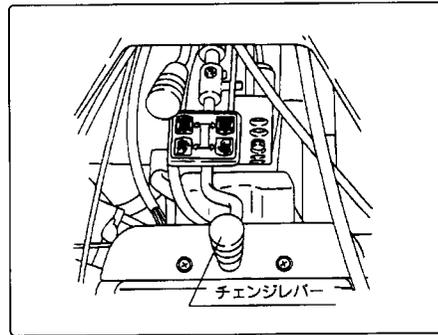

図20
①低速の〔前進後進〕(低速)のチェンジの切替操作は主クラッチを切らなくても切替操作ができます。(図20)